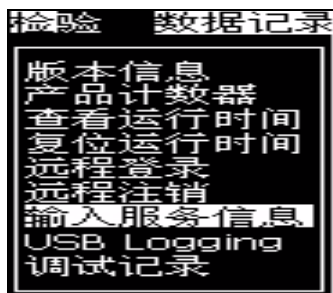

图 4-14: 数据记录菜单
通过 *Data Logging*（数据记录）菜单（请参阅图 4-14），您可以访问喷码机工作数据，同时可以远程访问这些数据。
- 1 打开 *Data Logging* (数据记录) 菜单 (请参阅 第 4-10 页的图 4-14)。